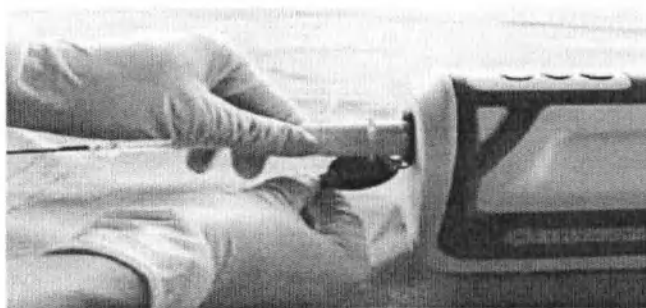

Рисунок 12
9. Совместите разъем катетера с пазами блока управления интерфейсом, вставьте разъем в блок и поверните примерно на 1/8 оборота по часовой стрелке, пока на экране не отобразится сообщение «**Connecting imaging catheter**» (Подключение визуализирующего катетера) (рисунок 12).